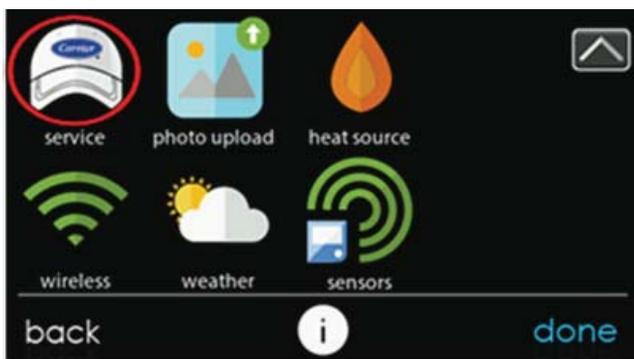
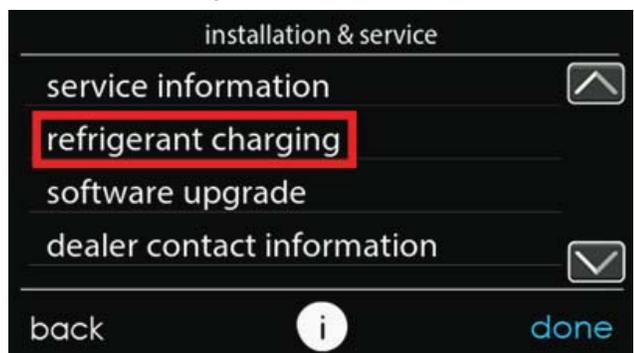

Fig. 11 – Ícono de servicio
Fig. 12 – Selección "Refrigerant Charging" (Carga de refrigerante)
4. Desplácese al área de servicio presionando MENU (Menú) en la pantalla principal (consulte la Fig. 11). Desplácese hacia abajo hasta el ícono de servicio y manténgalo presionado hasta que se vuelva verde. Una vez en el menú "Installation and Service" (Instalación y servicio), seleccione "Refrigerant Charging" (Carga de refrigerante) (consulte la Fig. 12).
2. En el menú "Installation and service" (Instalación y servicio) de la IU (consulte la Fig. 11), vaya a "Refrigerant charging" (Carga de refrigerante) y, a continuación, a "Pump down" (Bombeo) (consulte las figuras 11 y 12).
2. En el menú "Installation and service" (Instalación y servicio) de la IU (consulte la Fig. 11), vaya a "Refrigerant charging" (Carga de refrigerante) y, a continuación, a "Evacuation" (Evacuación) (consulte las Fig. 12 y Fig. 13).